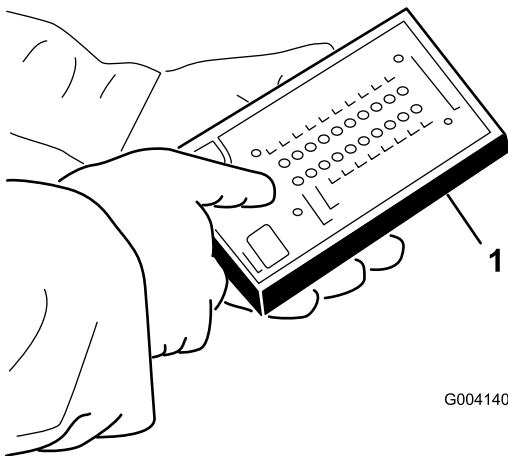

Bild 22
4. Schließen Sie den Stecker des ACE-Anzeigewerkzeugs am Diagnostikanschluss an (Bild 22).